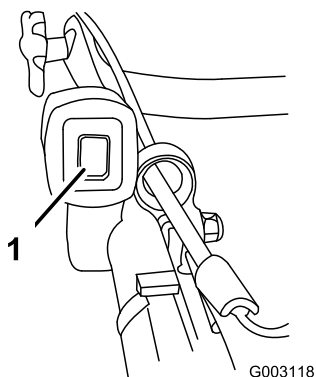

**Figure 18**
3. Montez les boutons de la partie inférieure du guidon et serrez-les au maximum à la main (Figure 18).